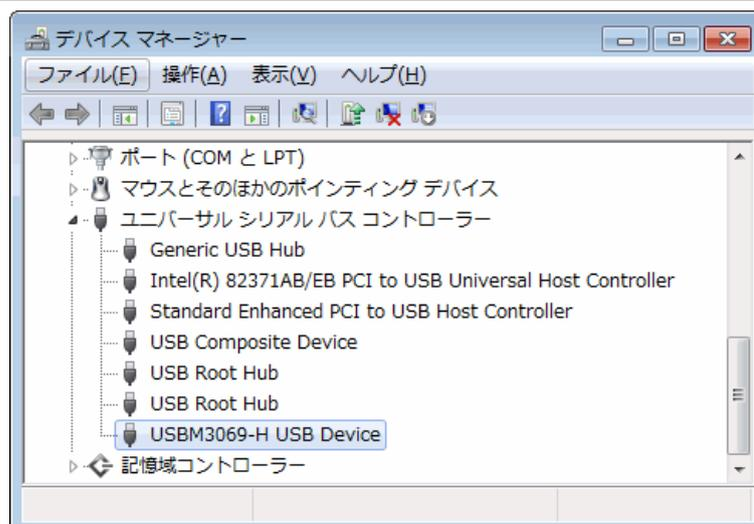

図 18 Windows 7 のドライバインストール確認
- ⑤ デバイスを USB ケーブルでパソコンに接続します。図 18 のように「デバイス マネージャ」の画面に「USBM3069-H USB Device」と表示されれば、ドライバが正しくインストールされています。